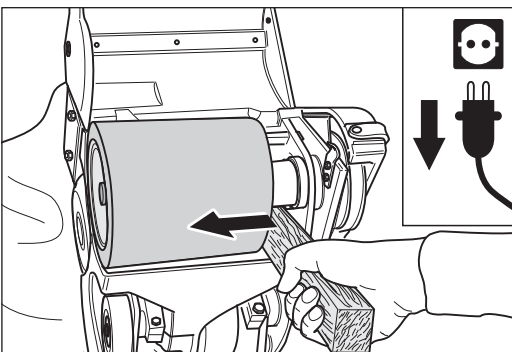

Abb. 77 Wenn die Schleifwalze fest sitzt, einen Holzhebel verwenden. **Keine Gewalt anwenden!**
- 8 Ziehen Sie die Schleifwalze seitlich aus dem Gehäuse. **Verwenden Sie bei festsitzender Schleifwalze einen Holzhebel (Abb. 77), um die Maschine nicht zu beschädigen! Die Schleifwalze niemals durch Hammerschläge lösen!**